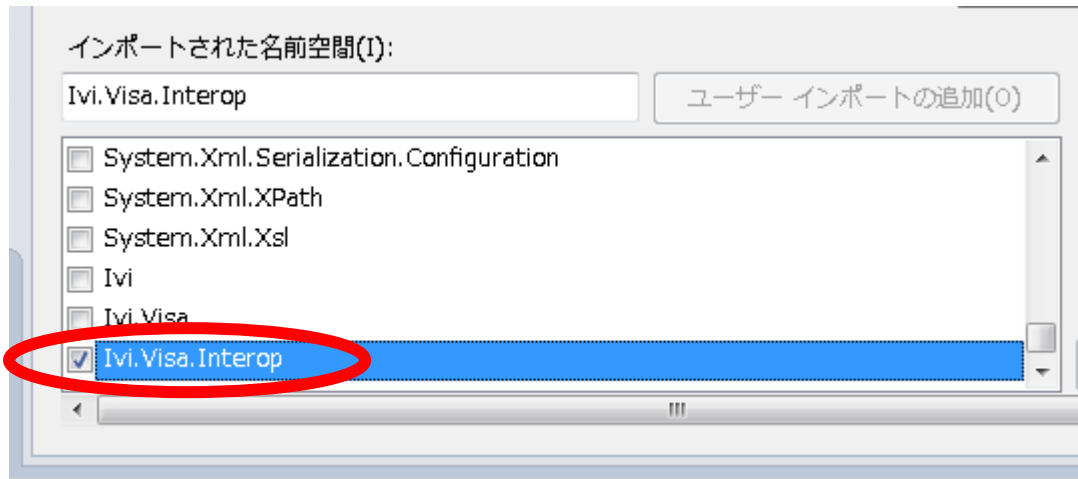

図 9 名前空間の追加(Visual Basic)
- ④ インポートされた名前空間の Ivi.Visa.Interop にチェックを入れます。(図 9 参照)